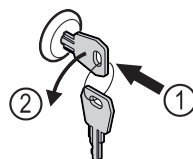

Fig. 183
- ▶ Włożyć kluczyk. Fig. 183 (1)
- ▶ Przekręcić kluczyk o 90° w lewo. Fig. 183 (2)